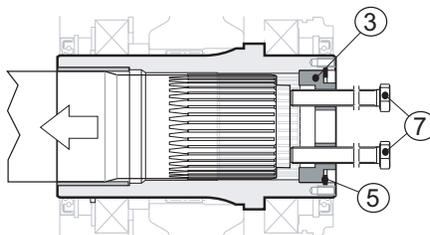

Fig. 20
Inserire nei due fori filettati presenti sul fondello (pos. 3) n° 2 viti (pos. 7), avvitarle fino ad appoggiarle all'albero della macchina (pos. 1), quindi continuare ad avvitarle in modo alternato, facendo al massimo un giro per volta (vedi Fig. 20 (pag. 27)).